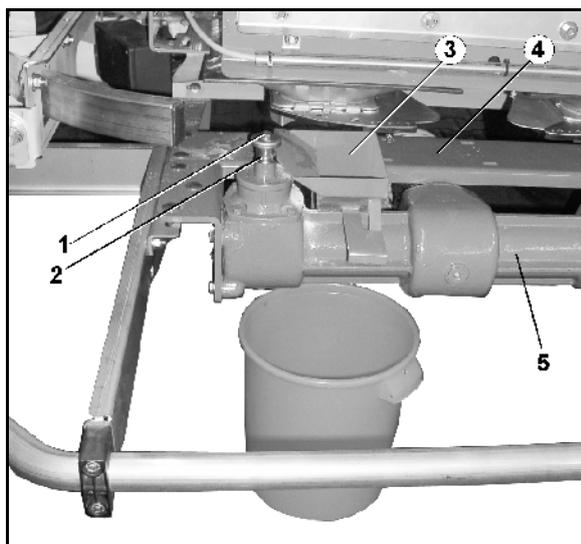

Fig. 54
4. Abdrehrichter (Fig. 54/3) zwischen Brücke (Fig. 54/4) und Verteilergetriebe (Fig. 54/5) stecken und bis an die linke Getriebewelle schieben.